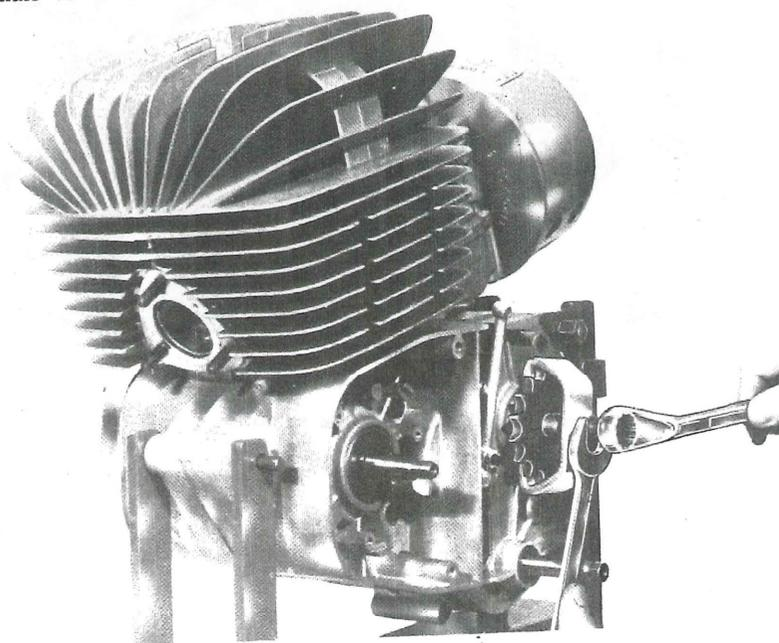

Fig. 12 - Estrazione pignone catena
- Usando l'« estrattore per pignone catena », matricola U2-3, togliere il pignone catena, agendo sulla vite centrale dell'estrattore stesso, con una chiave normale da 17 mm. Trattenere fermo l'estrattore, con una seconda chiave normale da 17 mm. (fig. 12).